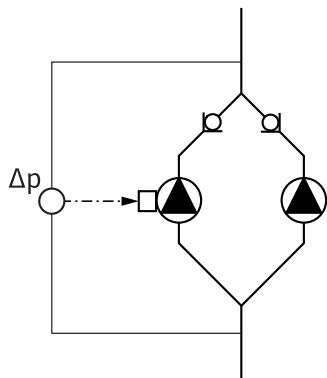

Fig. 13: Beispiel, Anschluss
- Im Beispiel in Fig. 13 ist die Masterpumpe die in Fließrichtung linke Pumpe. An dieser Pumpe den Differenzdruckgeber anschließen. Die Messpunkte des Differenzdruckgebers der Masterpumpe müssen im jeweiligen Sammelführer auf der Saug- und Druckseite der Doppelpumpenanlage liegen (Fig. 13).